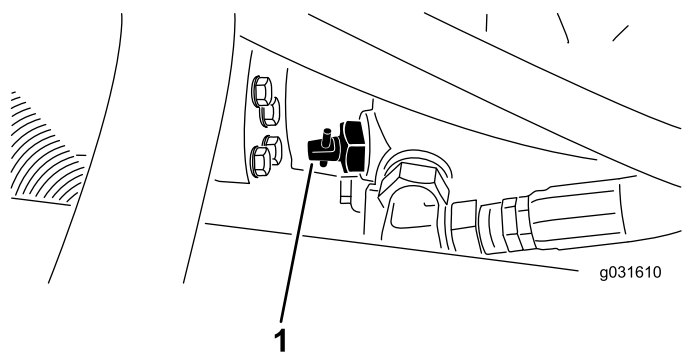

图 30
1. 找到泵上的旁通阀（图 30），旋转 90°（1/4 圈）以松开旁通阀。